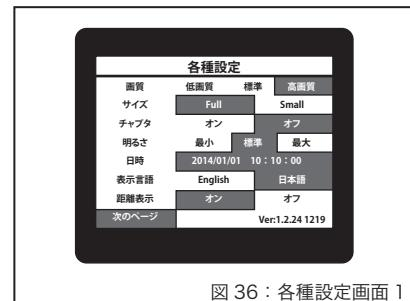

図 36：各種設定画面 1
● 各種設定画面を表示する (図 36)
- MENU ボタンを押すと図 36 の各種設定画面が表示されます。変更、設定したい機能を↑↓にて選択し、▶再生ボタンを押すとカーソルが右へ異動し、設定を選択できるようになります。設定したいモードを選び、▶再生ボタンを押すと設定が変更され、カーソルが左に移動します。
- 「前のページ」を実行すると、各種設定画面1(図36)に戻ります。